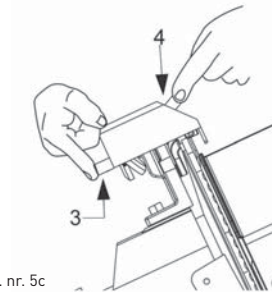

FIG. nr. 5c
- apăsați simultan butoanele timp de 3/4 secunde (3 și 4, FIG. nr. 5c), apoi eliberați-le simultan;